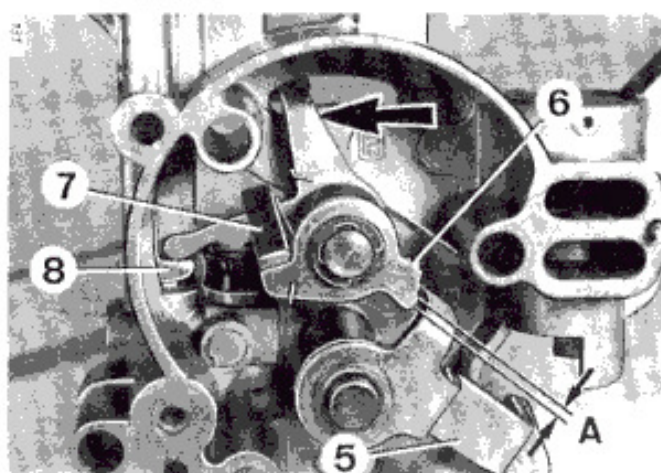

Рис. 11
- Дроссельную заслонку (9) открыть, толкатель (7) перевести в положение холодного пуска (стрелка) Рис. 11, дроссельную заслонку закрыть.
- Измерить зазор дроссельной заслонки как показано на Рис 13. Регулировочным винтом (10) откорректировать зазор. Регулировочный винт (11) при этом не должен упираться.